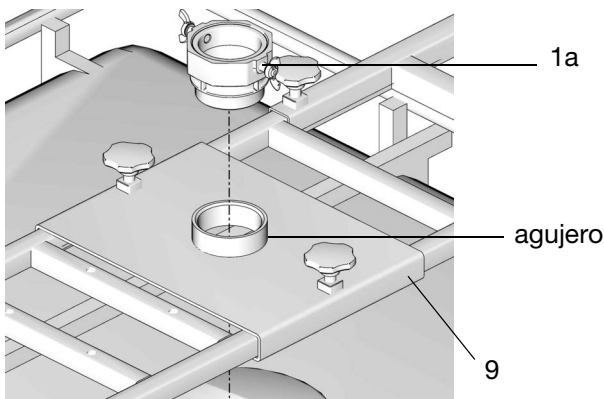

FIG. 10
1. Enrosque el adaptador de tapón de la bomba (1a) en el agujero del soporte superior (9). Apriete firmemente con la mano (FIG. 10).
2. Para los modelos NPT y BSPT únicamente, aplique sellante de roscas a las roscas del tubo/manguera de aspiración (3) e instale el extremo del tubo/manguera de aspiración en el alojamiento de entrada de la bomba (1) (FIG. 10).